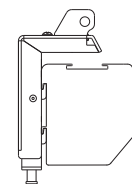

Figure 15
3. Fixez les équerres au carter comme indiqué sur les figures 15 et 16.